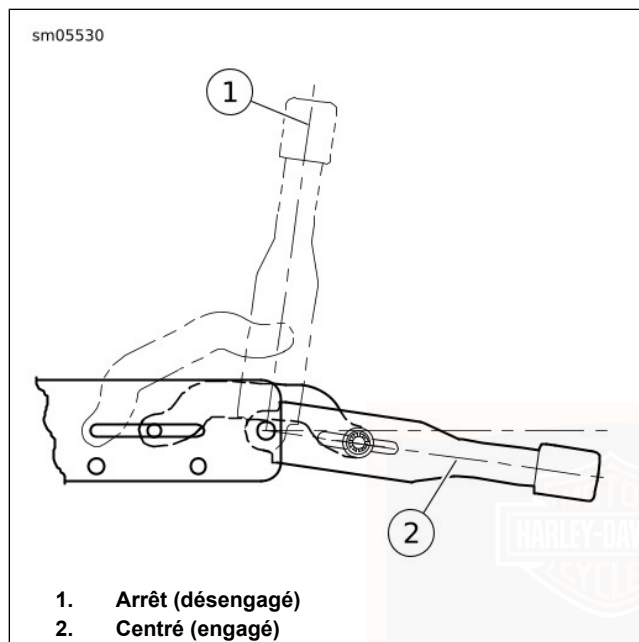

Figure 51. Positions du frein de stationnement
5. Voir Figure 51. Les freins arrière doivent se maintenir fermement et la moto ne doit pas bouger. Vérifier la position du levier de frein de stationnement (doit être en position centrale). Voir la section RÉGLAGE pour ajuster le frein de stationnement selon les besoins.
1. Voir Figure 51. Avec la moto sur une surface de niveau, déplacer le levier de frein de stationnement en position arrêt (OFF).